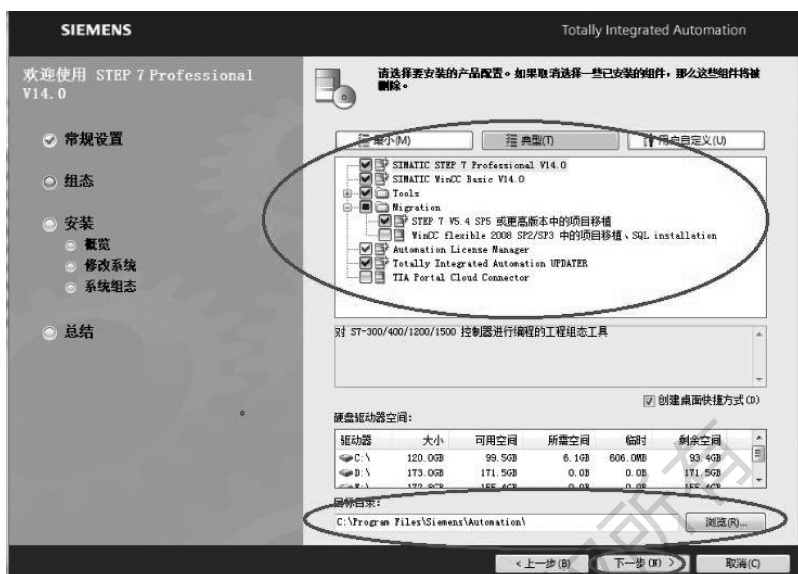

图 1-5 更改安装的目标目录
(5) 单击“浏览”按钮,如图 1-5 所示,可以更改安装的目标目录,安装路径的长度不能超过 89 个字符。
(6) 单击“下一步”按钮,将打开许可证条款对话框,要继续安装,则需要阅读并接受所有许可协议,单击“下一步”按钮,将打开安全控制对话框,要继续安装,则需要接受对安全和权限设置的更改,然后点击“安装”。